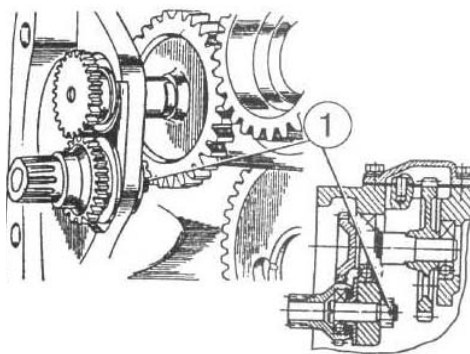

Рисунок 4.34
- а) расшплинтуйте и отверните гайку 1 (рисунок 4.34);